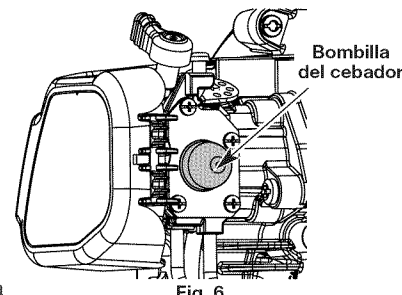

Fig. 6
3. Oprima completamente el cebador y suéltelo 10 veces. Hágalo lentamente. Se deberá ver un poco de combustible en el cebador y en las tuberías de alimentación de combustible (Fig. 6). Si no puede ver el combustible en el cebador, oprímalo y suéltelo tantas veces como sea necesario hasta que vea combustible en el mismo.